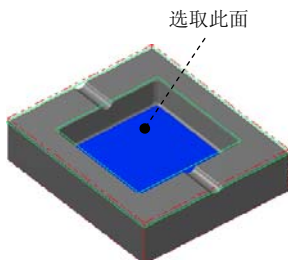

图 11.25 选取干涉面
(2) 单击 **干涉面** 区域中的  按钮, 选取图 11.25 所示的面为干涉面, 然后按 Enter 键。